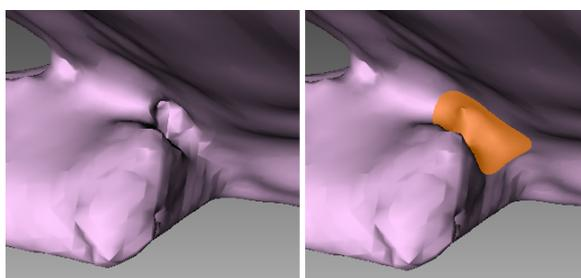

Рис. 9.30: До сглаживания (слева) и сглаживание плохо отсканированного участка (справа)
6. Удерживайте ЛКМ и покрасьте участок поверхности, чтобы применить к нему сглаживание. Инструмент сгладит все выделенные области (см. Рис. 9.30, справа).